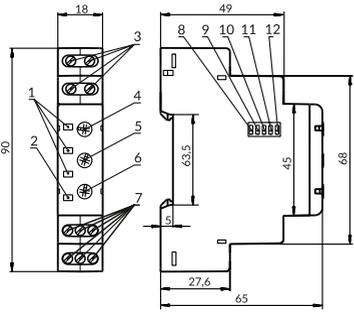

Рисунок 1
- 1) Переключателями срабатывания защиты (поз. 8 - 11 рис. 1) включите необходимые защиты.
- 2) Переключателем 380 В / 400 В (поз. 12 рис. 1) установите тип используемой сети.
- 4) Регулятором Uном ±% (поз.4 рис. 1) установите необходимый порог срабатывания по максимальному и минимальному напряжению в процентах от номинального напряжения питания сети.
- 5) Регулятором Тоткл (с) (поз.6 рис. 1) установите время срабатывания защиты по максимальному напряжению и по перекосу фаз.
- 6) Регулятором Твкл (с) (поз.5 рис. 1) установите время АПВ.
1. Если Вы планируете использовать изделие в режиме «Контроль максимального напряжения» (разд. «Работа изделия»), разрыв питания катушки КМ необходимо подключить к клеммам C1-NC1 (C2-NC2) (обратная логика включения). Переключатель Umax (поз. 8 рис. 1) переместите в положение «Включено», а переключатели ≡, ∟, Umin – в положение «Откл».